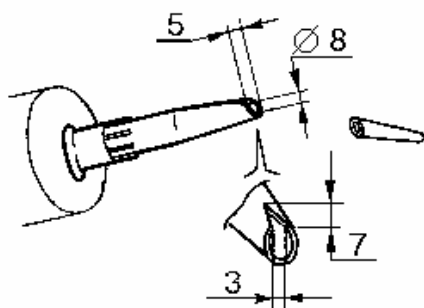
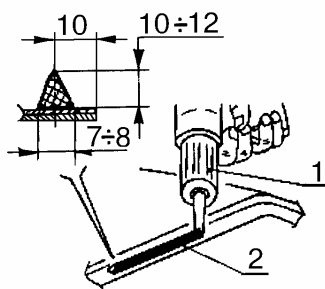

Рис.25. Схема обрезки наконечника тубы.
Рис.26. Нанесение клея по проему окна:
12.2.7 Подготовить наконечник тубы с клеем к работе, как показано на рис.25 (нож технологический, линейка).
12.2.8 Проколоть выходное отверстие в тубе, надеть подготовленный по схеме, рис.25, наконечник на тубу и установить тубу с клеем в шприц-пистолет 1, рис.26 (прошивка технологическая).
12.2.9 Нанести клей на стекло равномерным, непрерывным валиком треугольного сечения как показано на рис.26 по нанесенному праймеру (линейка металлическая).
Допускается наносить клей на фланец проема окна, рис.26 (шприц-пистолет типа 67.7899-9502, клей полиуретановый АПК-1 производства АО "Пластик", г.Сызрань или клеевые системы фирм "Терозон", "Гурит-Эссекс", "ЕМС-Того" или "ЗМ").